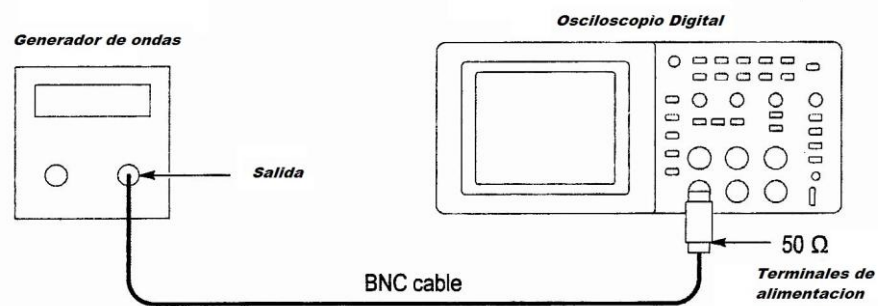

Fig.107.- Conexión del osciloscopio y generador de ondas.
- Conectar el canal del osciloscopio bajo prueba al generador de onda sinusoidal nivelado, como se muestra en la fig. 107.